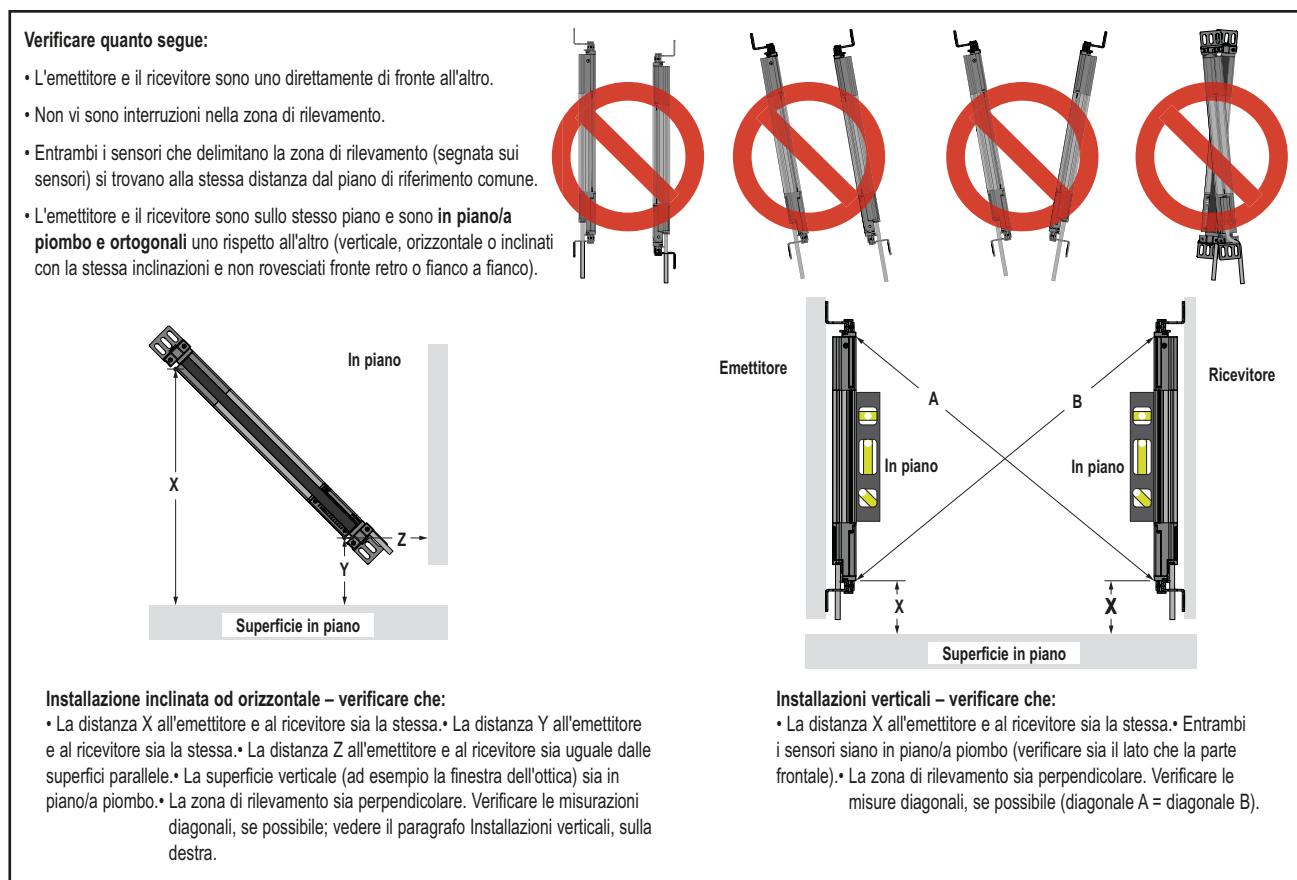

Figura 3-11. Montaggio del sensore, allineamento meccanico
- Posizionare l'emettitore e il ricevitore nelle staffe, come mostrato nella Figura 3-11. Collegare la piastra frontale della staffa alla staffa, a ciascuna estremità (non serrare).
- Verificare che le ottiche dei sensori vengano a trovarsi una direttamente di fronte all'altra. Misurare la distanza tra un piano di riferimento (es. il pavimento in piano di un edificio) e lo stesso punto sull'emettitore e il ricevitore, per verificare l'allineamento meccanico. Per assicurare il corretto allineamento meccanico, utilizzare una livella, un piombo o lo strumento di allineamento laser LAT-1 opzionale (vedere la Sezione 2.5) o controllare le distanze diagonali tra i sensori; vedere la Figura 3-11. Le procedure di allineamento finale sono descritte alla Sezione 3.4.
4. Posizionare le ottiche dell'emettitore e del ricevitore una rivolta direttamente verso l'altra. Misurare la distanza tra un piano di riferimento (es. il pavimento in piano di un edificio) e lo stesso punto sull'emettitore e il ricevitore, per verificare l'allineamento meccanico. Per assicurare il corretto allineamento meccanico, utilizzare una livella, un piombo o lo strumento di allineamento laser LAT-1 opzionale (vedere la Sezione 2.5) o controllare le distanze diagonali tra i sensori; vedere la Figura 3-11. Le procedure di allineamento finale sono descritte alla Sezione 3.4.